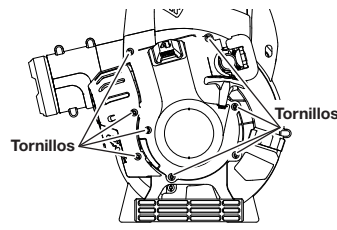

Fig. 20
1. Remueva los 8 tornillos de la tapa del motor con la herramienta adecuada (Fig. 20), y luego quite la tapa.
NOTA: Asegúrese de que los tornillos se vuelvan a colocar en los agujeros originales (Fig. 20).